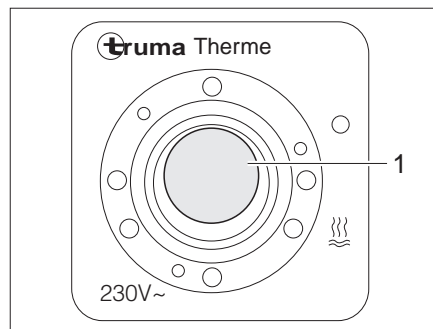

Fig. 126 Commutateur de commande du Therme
Le commutateur de commande (Fig. 126) permet la mise en service en mode de fonctionnement électrique. Le voyant de contrôle (Fig. 126,1) placé sur le commutateur doit s'allumer.
- Mettre le commutateur de commande (Fig. 126) en marche. Le voyant de contrôle (Fig. 126,1) placé sur le commutateur s'allume.
- Mettre le commutateur de commande (Fig. 126) hors circuit. Le voyant de contrôle (Fig. 126,1) placé sur le commutateur s'éteint.
- Mettre le commutateur de commande (Fig. 126) hors circuit. Le voyant de contrôle (Fig. 126,1) placé sur le commutateur ne s'allume pas.